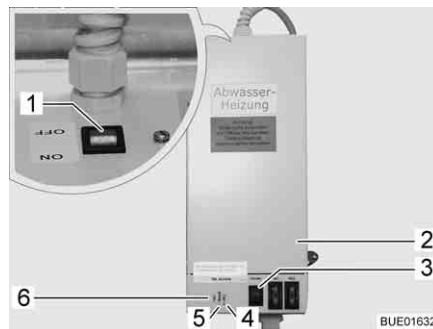

Fig. 147 Trasformatore con apparecchio di regolazione
Il trasformatore 230 V AC/12 V DC (Fig. 147,2) è montato, a seconda del modello, nell'armadio guardaroba o nella cassapanca della dinette.
- La spia di controllo (Fig. 147,5) diventa verde: Regolazione in funzione
- Le spie di controllo (Fig. 147,4 e 6) diventano rosse: Le tubazioni delle acque grigie vengono riscaldate
Nell'involucro è incorporato un pulsante di prova (Fig. 147,3) che consente di mettere in funzione brevemente l'apparecchio di regolazione. La pressione sul pulsante di prova consente di testare il funzionamento del riscaldamento anche quando la temperatura ambiente è superiore a 5 °C.
- Posizionare su "ON" l'interruttore (Fig. 147,1) sul trasformatore (Fig. 147,2).
- Posizionare su "OFF" l'interruttore (Fig. 147,1) sul trasformatore (Fig. 147,2).